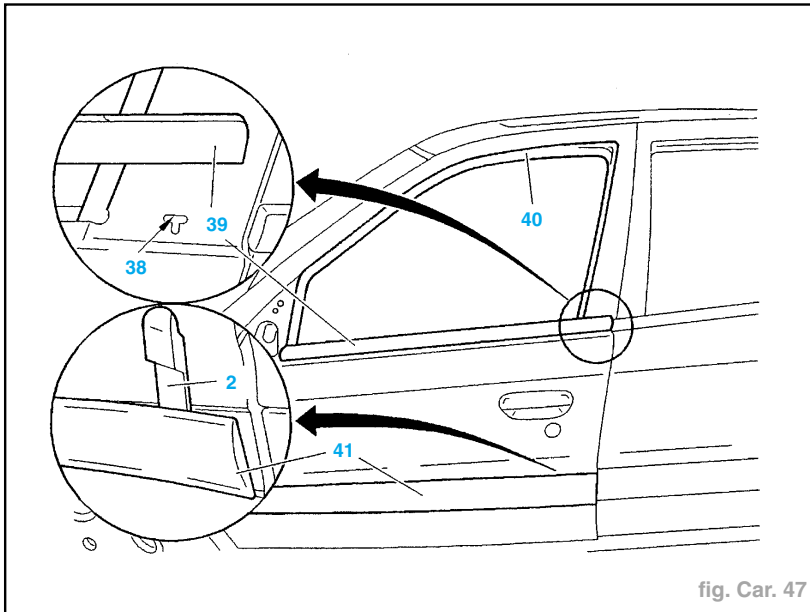

fig. Car. 47
- la fourchette (36),
- le verrou (37),
- la poignée (34) (vis (33) et (35)).
- Déposer le lèche-vitre extérieur (39) (fig. Car. 47).
- Dégager l'ergot de l'encoche (38).
- la coulisse de vitre (40),
- la baguette de protection latérale (41) à l'aide de l'outil (2).